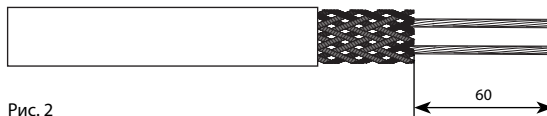

Рис. 2
5.3. На длине 60 мм зачистить токопроводящие жилы от изоляции (рис. 2).